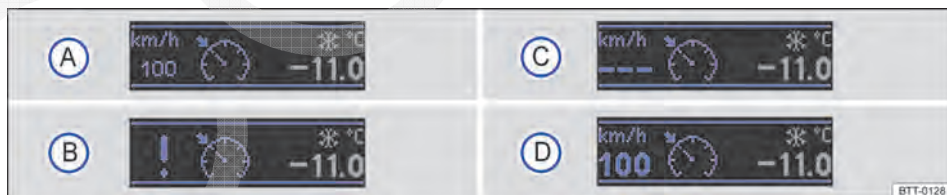

Fig. 190 No display do instrumento combinado: indicadores de status do GRA.
Status Fig. 190:
- ① Veículo à frente reconhecido. ACC ativado.
- ② Ajuste da distância temporal com relação ao veículo à frente na velocidade armazenada.
- ③ Distância temporal ajustada em relação ao veículo à frente na velocidade armazenada.
- ④ Velocidade armazenada.
- ⑤ Símbolo : ACC está pronto ou regulando a distância. Um veículo à frente é reconhecido. A velocidade armazenada é regulada.
Falha de sistema ⇒ Fig. 190 ⑧. Procurar uma Concessionária Volkswagen ou uma empresa especializada.